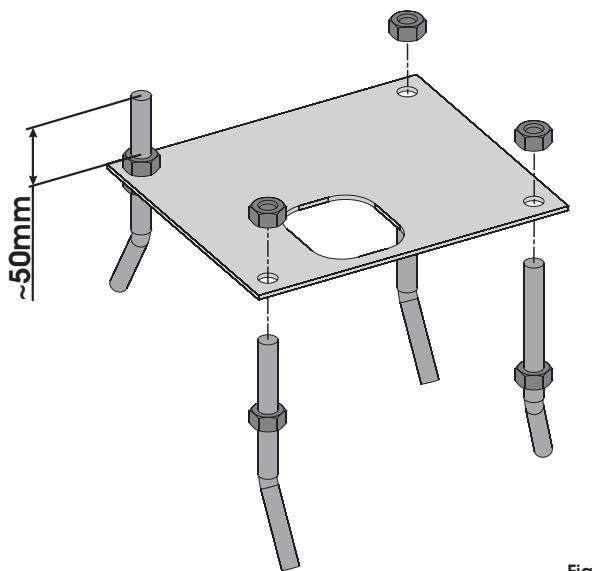

Fig. 3
1. Assembler la plaque de fondation d'après la Fig.3.